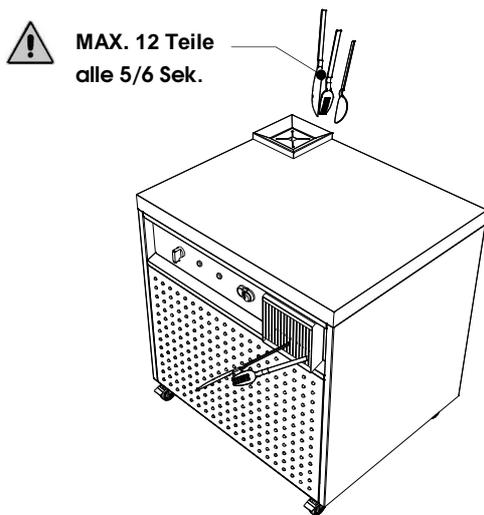
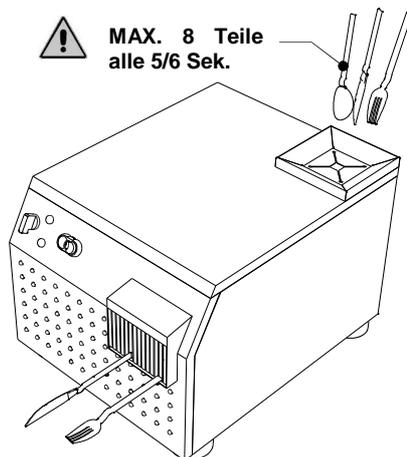

Abbildung 7 – Einbringen des Bestecks in den CUTLERY DRYER Modell JET
Abbildung 8 – Einbringen des Bestecks in den CUTLERY DRYER Modell MIG
3. Nacheinander im Abstand von ca. 5/6 Sekunden die je nach Maschinenmodell vorgeschriebene Menge an Besteckteilen in die Beschickungsöffnung (Abbildung 7 und Abbildung 8) geben.